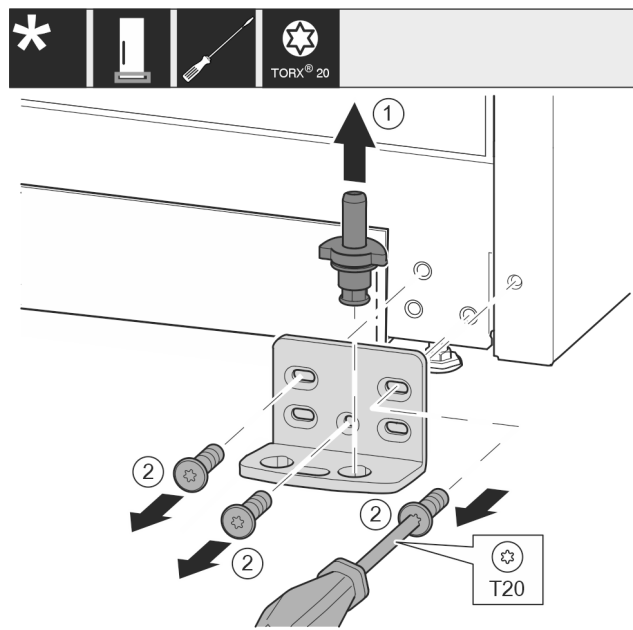

Fig. 15
- ▶ Lagerbouten compleet vanaf de bovenkant eruit trekken. Fig. 15 (1)
- ▶ Schroeven met schroevendraaier T20 eruit draaien en de lagerbus eraf halen. Fig. 15 (2)